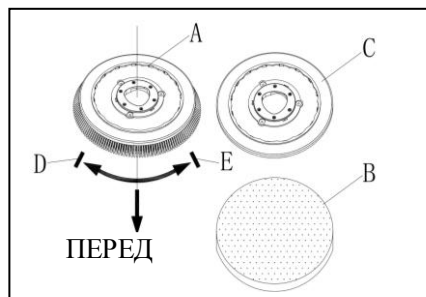

Рисунок 5
Установите либо щетку (А, Рисунок 5), либо держатель накладки (В и С, рисунок 5) в соответствии с типом пола, который необходимо очистить.
1. Убедитесь, что переключатель питания (45) повернут на позицию выключения "о".
2. Поднимите бак (25), поддев рукоятку (2).
3. Поверните держатель щетки (А, рисунок 5) или накладку (В/С, рисунок 5) по часовой стрелке (направление стрелки D, рисунок 5), чтобы установить его на платформу.
4. Поверните держатель щетки или накладку против часовой стрелки (направление стрелки E, рисунок 5), чтобы удалить его с платформы.